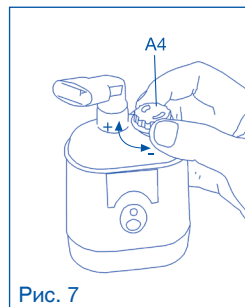

Рис. 7
7. Отрегулируйте поток аэрозоля с помощью ручки (A4); поверните по часовой стрелке (позиция +) для лечения верхних дыхательных путей или против часовой стрелки (позиция -) - для нижних (рис. 7). Для повышения эффективности терапии после вдыхания задержите на мгновение дыхание, чтобы капли вдохнутого аэрозоля могли осесть на стенках дыхательных путей. Затем медленно выдохните.